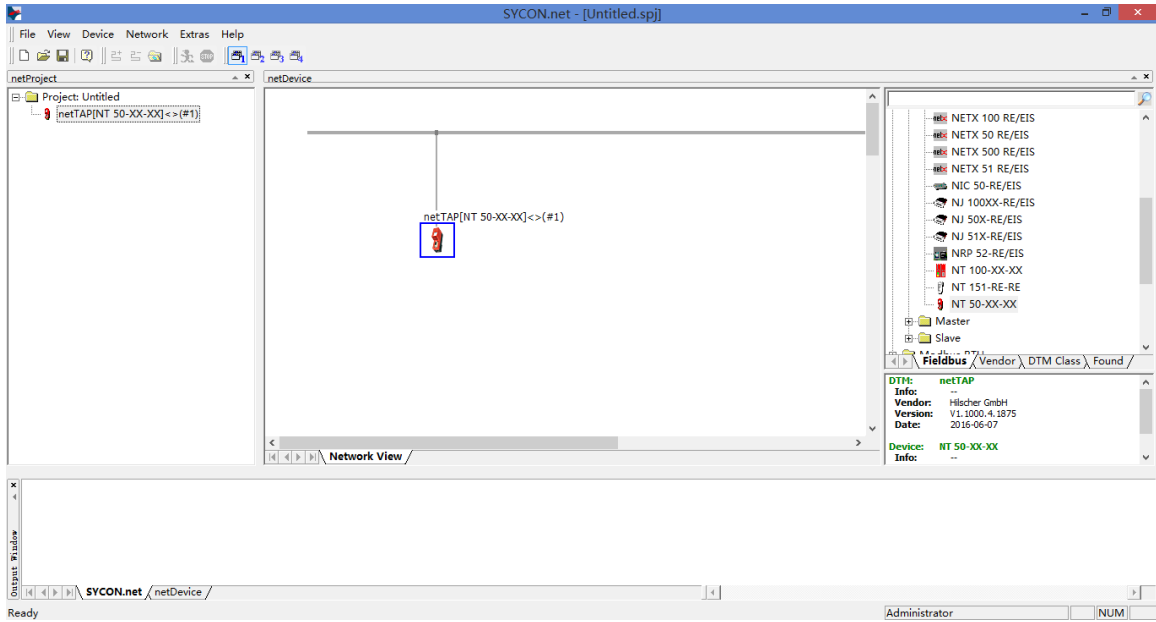

图 18
2) 在软件界面右侧选择Fieldbus栏，将“Ethernet/IP”“Gateway / Stand-Alone Slave”文件夹展开，将HK50图标拖放至界面中间的灰线处，如图18所示：